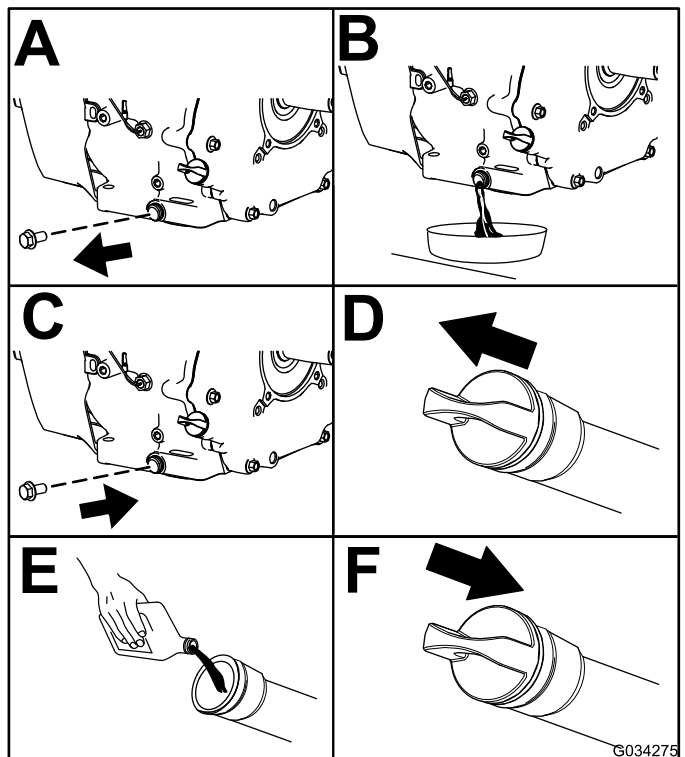

Рисунок 40
4. Произведите замену масла в двигателе, как показано на Рисунок 40.